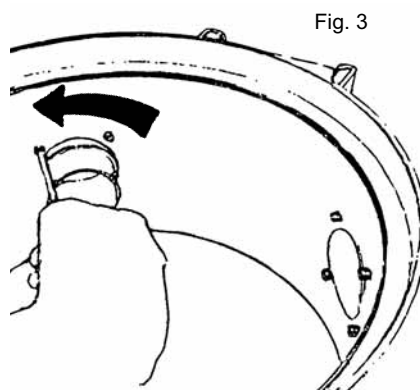

Fig. 3
1. Desacoplar el receptáculo del tubo desenroscando las cuatro tornillos Torx de combinación con un Torx T20 o un destornillador ordinario, Fig. 3.